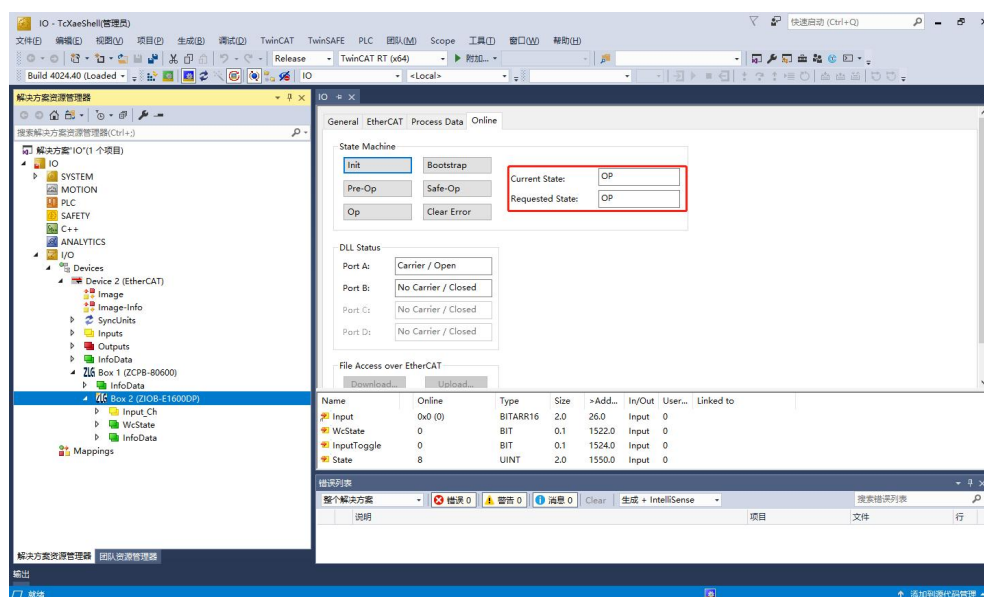
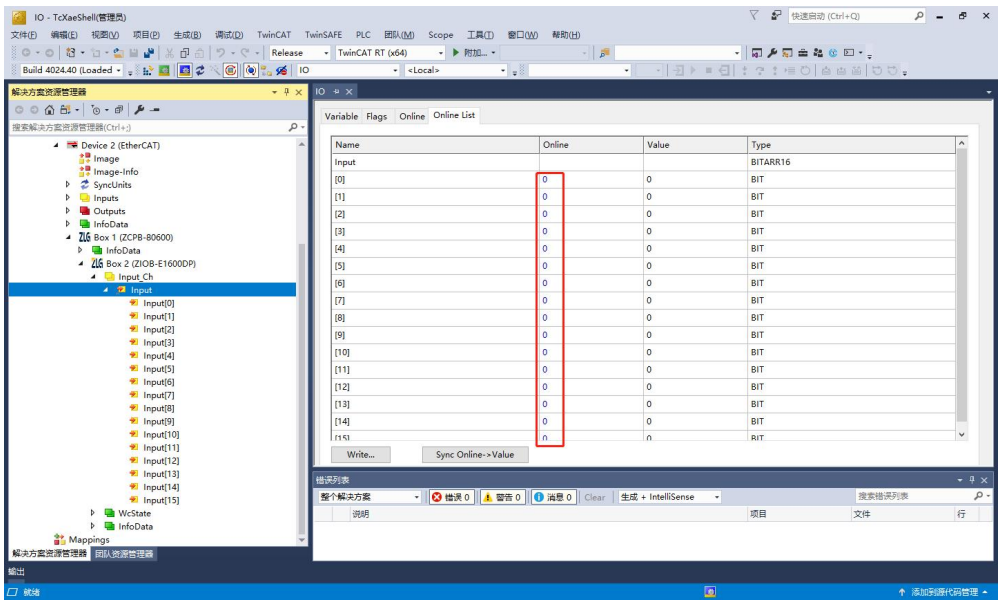

图 4.8 模块处在 OP 状态
图 4.9 输入实时值窗口
(8) 重新扫描成功后，点击扫描到的“Box 2(ZIOB-E1600DP)”设备，点击主窗口的“Online”项确定设备的运行状态为“OP”状态，如图 4.8 所示。此时模组 ECT LED 灯常亮，IN LED 灯快速闪烁。再展开“Box 2(ZIOB-E1600DP)”或“Box 2(ZIOB-E1600DN)”设备的“Input”对象字，点击主窗口的“Online List”可以就可看到 16 个数字输入端口的实时值，如下图 4.9 所示。